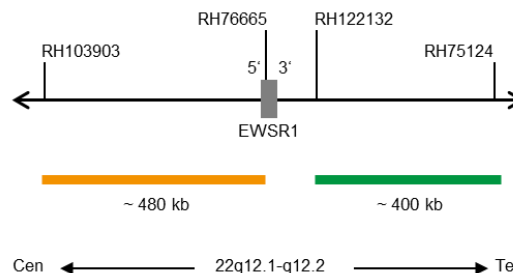

Fig. 1 : Carte de la sonde SPEC EWSR1 (pas à l'échelle)
- Polynucléotides marqués au ZyGreen (excitation 503 nm/émission 528 nm) (~10 ng/ μ l), qui ciblent des séquences cartographiées en 22q12.2* (chr22:29,779,841-30,179,900) à distales de la région du point de rupture EWSR1 (voir figure 1).
- Polynucléotides marqués au ZyOrange (excitation 547 nm/émission 572 nm) (~4,5 ng/ μ l), qui ciblent des séquences cartographiées en 22q12.1-q12.2* (chr22:29,191,431-29,673,440) proximité de la région du point de rupture EWSR1 (voir figure 1).